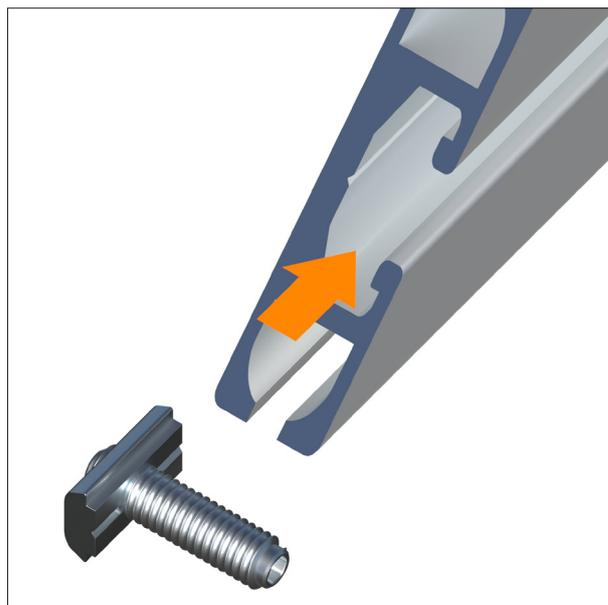

Abbildung 1.10
**1f.** Schieben Sie so viele Nutensteine seitlich in den mittleren Profilschacht auf der Rückseite des Aluminiumprofils wie Wandzylinder befestigt wurden. Verteilen Sie sie so, daß die Positionen der Gewindestifte im Profil mit den Befestigungslöchern der befestigten Wandzylinder übereinstimmen. (Abb. 1.10)
**2b.** Versehen Sie jedes Seitenprofil mit Kunststoffgleitern (Abb. 1.13) und Nutensteinen (Abb. 1.10 und 1.11), entsprechend der zuvor beschriebenen Prinzipien.